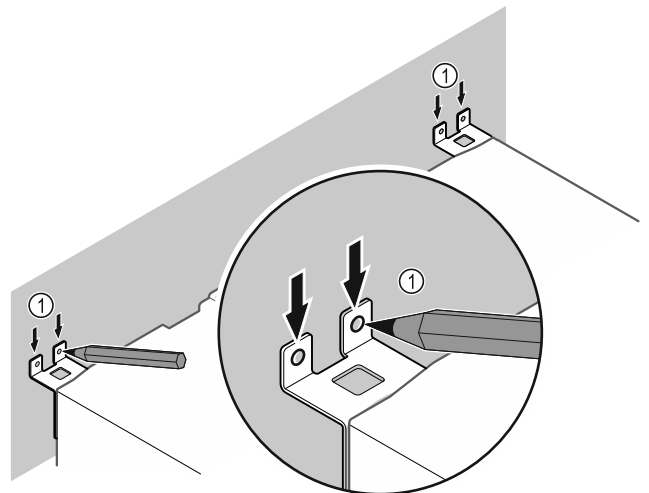

Fig. 13
- ▶ Apporre i contrassegni alla parete Fig. 13 (1).